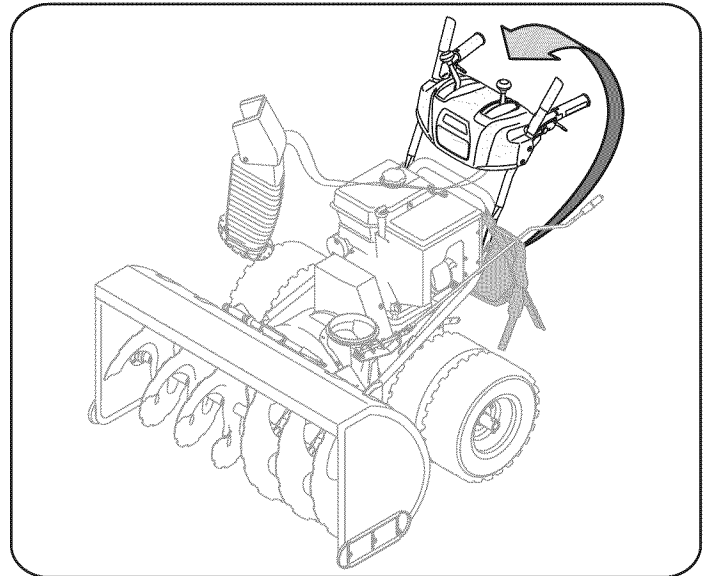

Figura 2
3. Eleve el ensamblado de la manija superior hasta que se trabaje a presión con la manija inferior. Vea la Figura 2.